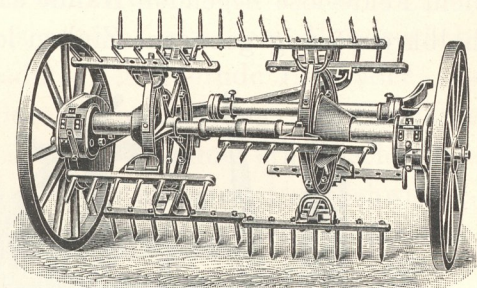

Fig. 844. Trommelheuwender von Fr. Dehne, Halberstadt.
a) **Trommelwender.** Sie bestehen aus einer Anzahl kleiner Rechen, die auf eine wagerechte Welle gesetzt sind und mit dieser von den Fahrrädern in rasche Drehung versetzt werden. Die älteren *Bobywender* (Fig. 844) sind in zwei Richtungen, nach vorwärts und rückwärts, drehend; sie sind noch immer die besten. Bewegen sich die Rechen nach vorn, so nehmen sie das Heu mit um die ganze Rechentrommel herum, werfen es also über sich hinweg gut auseinander, durchlüften es vollständig und lassen es gewendet und gelockert auf den Boden fallen. Dieses „Streuen“ fördert das Trocknen viel mehr als das einfache „Wenden“, das durch das Bewegen der Rechen nach rückwärts entsteht; hierbei greifen die Rechen in das Heu ein und wenden es in der bei Handarbeit üblichen Weise. Diese *Bobywender* lassen aber das in der Radspur